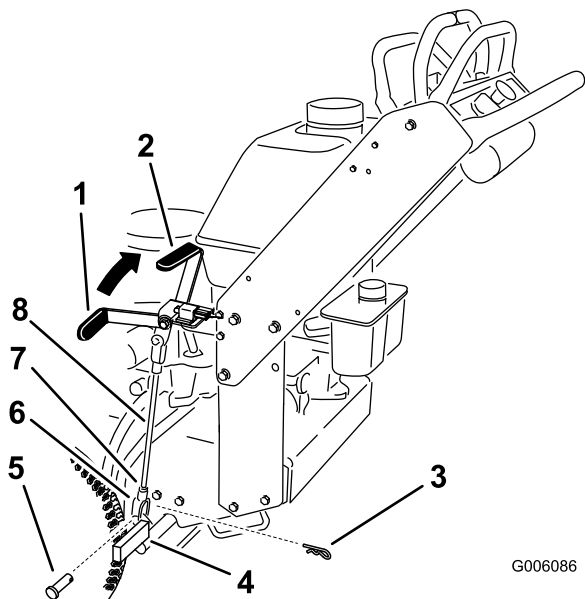

Figura 44
Nota: Cuando el freno está puesto, la palanca de freno debe estar en la posición de la 1 (Figura 44).
5. Afloje las contratueras superior e inferior (Figura 44).
6. Para ajustar el freno, retire el pasador de horquilla y el pasador de la palanca de freno inferior (Figura 44).
7. Gire la varilla del freno en las horquillas. Para apretar el freno, aumenta la distancia entre las horquillas. Para aflojar el freno, reduzca la distancia entre las horquillas (Figura 44).
8. Fije la horquilla a la palanca de freno inferior con el pasador de horquilla y el pasador (Figura 44).
9. Apriete las contratuercas superior e inferior (Figura 44).